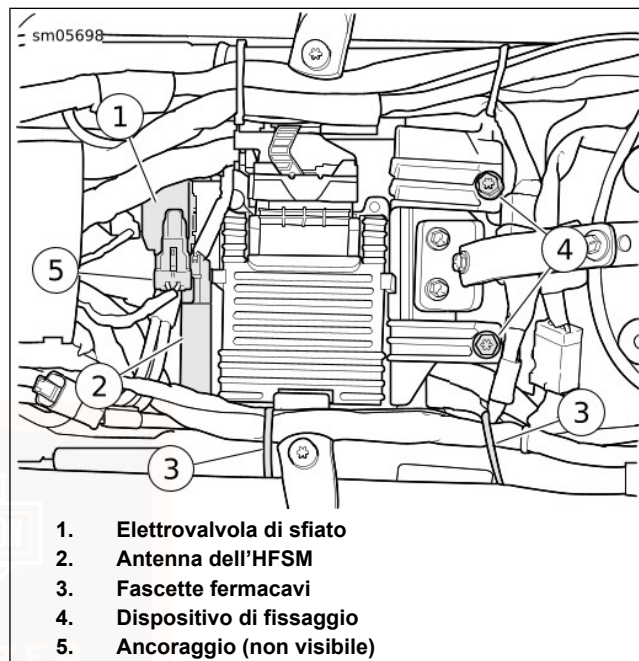
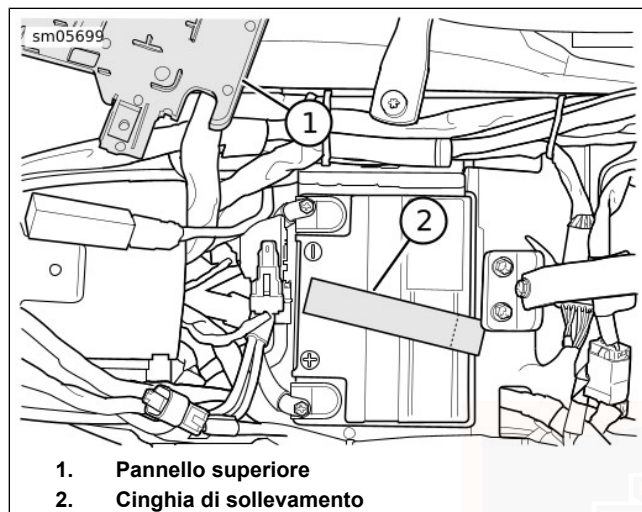

Figura 74. Pannello superiore
Figura 75. Mettere da parte il pannello superiore
2. Vedere Figura 74. Se in dotazione, spostare in avanti l'elettrovalvola di sfiato (1) per staccarla dal pannello superiore. Staccare l'antenna dell'HFSM (2) dal pannello superiore e accantonarla.
3. Rimuovere i dispositivi di fissaggio (4).
4. Tagliare le fascette fermacavi (3) e spostare il cablaggio per lasciare più spazio al pannello superiore.
5. Vedere Figura 75. Liberare il pannello superiore dalla staffa di ancoraggio anteriore e ruotare il pannello superiore (1) per spostarlo da parte.
6. Vedere Figura 75. Ripiegare in avanti la cinghia di sollevamento (2), sopra alla batteria.
7. Vedere Figura 74. Girare il pannello superiore riportandolo al suo posto sopra la batteria e fissare la chiusura sulla staffa di fissaggio.
8. Se in dotazione, fissare l'antenna dell'HFSM (2) e l'elettrovalvola di sfiato (1) sul pannello superiore. Verificare che tutti gli altri connettori e cablaggi siano disposti sotto la linguetta di montaggio dell'elettrovalvola di sfiato.
9. Fissare il pannello superiore alla traversa del telaio. Serrare le viti (4) ad una coppia di 8,1–10,9 N·m (72–96 in-lbs).
10. Fissare i cablaggi al telaio con fascette fermacavi (3).